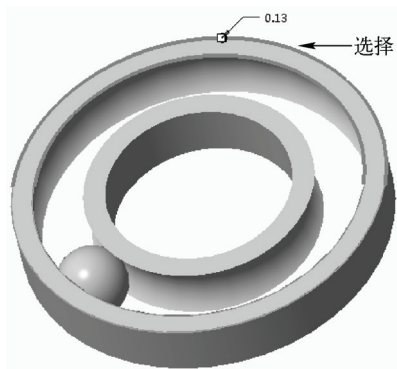

图 6-137 选择倒圆角边线
STEP 02 在功能区选项板的“模型”选项卡中, 单击“工程”面板中的“倒圆角”按钮, 打开“倒圆角”选项卡, 在绘图区选择要进行倒圆角的边线, 如图 6-137 所示。